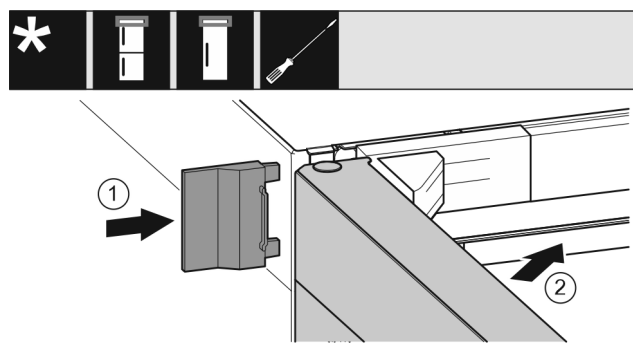

Fig. 25
- Vnější kryt Fig. 25 (1) nasuňte.
- Zavírejte horní dveře Fig. 25 (2).